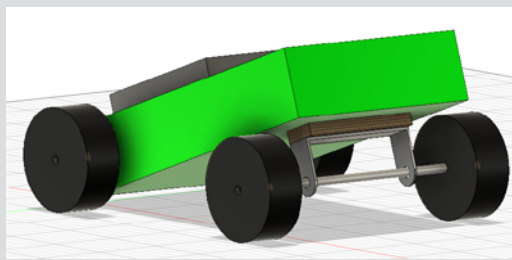

Abb. 6: Lage der Vorderrad-Achse am Auto: Abstandhalter benötigt
6. Die Achsenhalterung vorne an der Karosserie anbringen (Abb. 6). Dabei ist darauf zu achten, dass die Reifen nicht an der Karosserie schleifen (Abb. 7). Papp- oder Holzsteifen zwischen der Karosserie und dem gelochten Metallbügel helfen, den Abstand zu erzeugen.